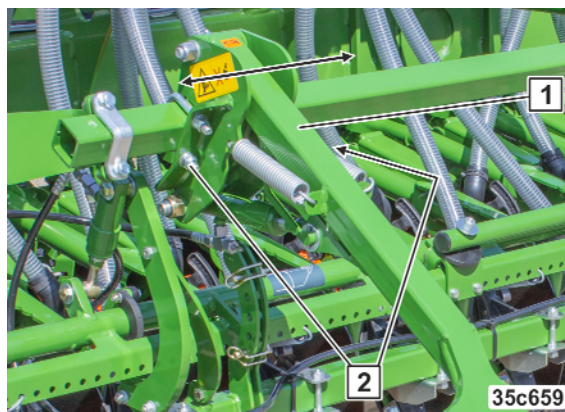

Fig. 219
1. Desfaceți piulițele (Fig. 219/1), nu le deșurubați.
2. Aduceți aparatul de marcare cărări tehnologice (Fig. 219/2) în poziția dorită.
3. Strângeți fix piulițele (Fig. 219/1).